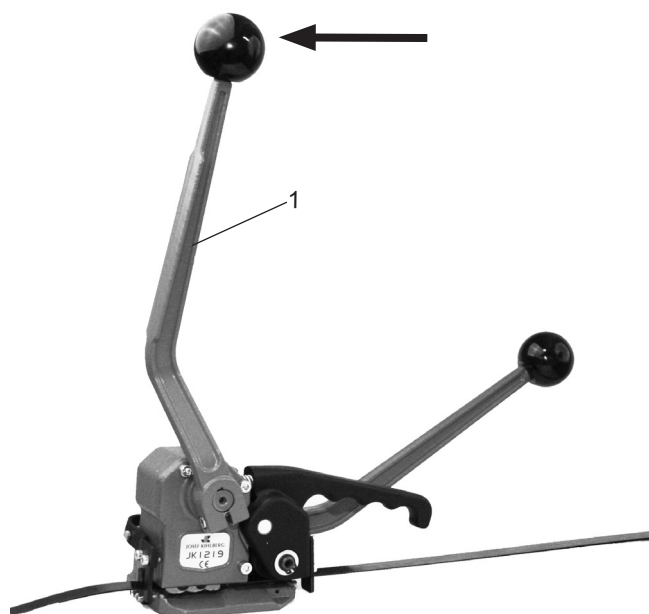

Fig. 5
- Håll sträckspaken (Fig. 5/1) i sitt nedre läge med höger hand. För sedan stansspaken framåt med vänster hand tills stansning och avklippning av bandet sker.